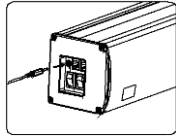

Abbildung 22
1. Schließen Sie ein Ende des 3.5mm Klinge Signalkabel and an die Buchse der Controller am Gehäuse and das andere Ende an den DC 5V-12V Trigger Ausgang Ihres Projektors (Abbildung 22 und 23).